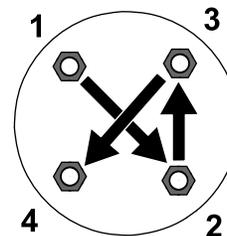

Bild 9
2. Ziehen Sie die Radmuttern (über Kreuz, wie in Bild 9 dargestellt) auf ein Drehmoment von 108 bis 122 N·m an.